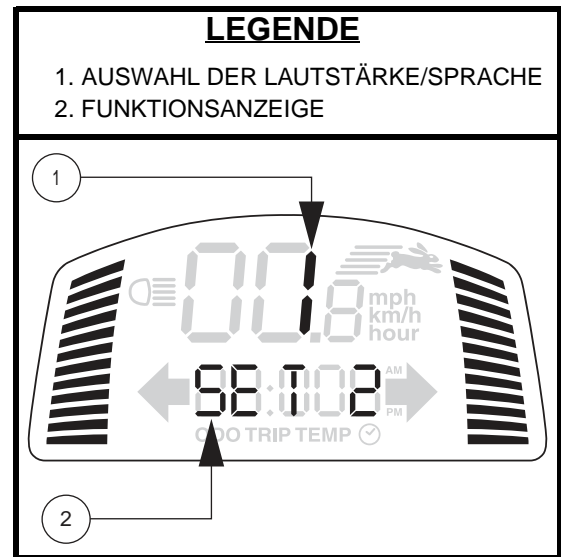

Abb. 5. Anzeige der Lautstärkeeinstellung
**HINWEIS:** Die Blinker sind so eingestellt, dass sie sich nach 15 Sekunden automatisch abschalten. Während der Blinker aktiv ist, ertönt ein Warnton. Siehe Abbildung 5 für die Einstellung der Lautstärke.
**HINWEIS:** Wenn die 4-Wege-Blinker blinken, ertönt für die Dauer der eingeschalteten Warnblinker zusätzlich ein Warnton. Siehe Abbildung 5 für die Einstellung der Lautstärke.
- Drücken Sie den **High-Low**-Knopf einmal, um die Geschwindigkeit auf „High“ („Hoch“) einzustellen. Die High-Low-Anzeige wird auf dem LCD-Bildschirm angezeigt. **Siehe Abb. 5.** Wenn Sie diese Einstellung zusammen mit den Einstellungstasten für die Geschwindigkeit verwenden, kann das Elektromobil Geschwindigkeiten bis zur voreingestellten Maximalgeschwindigkeit des Elektromobils erreichen.
Mit Hilfe dieser Einstellknöpfe können Sie die Geschwindigkeit Ihres Elektromobils vorauswählen und begrenzen. Angezeigt wird sie in der Anzeige für die Maximalgeschwindigkeit auf dem LCD-Bildschirm. **Siehe Abb. 5.**
Die Lautstärke der Warnblinker, der Hupe, des Signaltons bei geringer Spannung, der Blinker und der Piepstöne bei Fehlermeldungen kann separat erhöht, reduziert oder ausgeschaltet werden. **Siehe Abb. 5.**